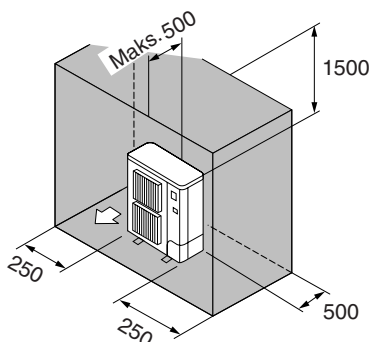

Fig. 2-7
- ⑥ Kun forhindringer bagved, i siderne og ovenover (Fig. 2-7)